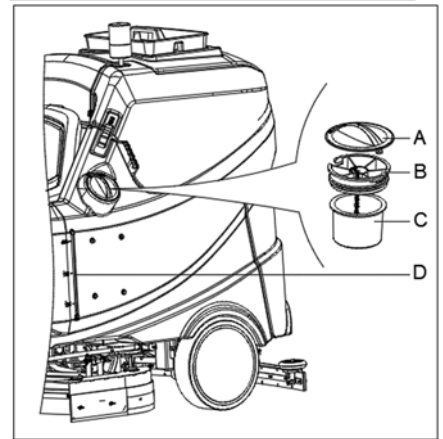

Abb. 11
1. Öffnen Sie den Deckel des Wassereinlasses (A, Abbildung 11).